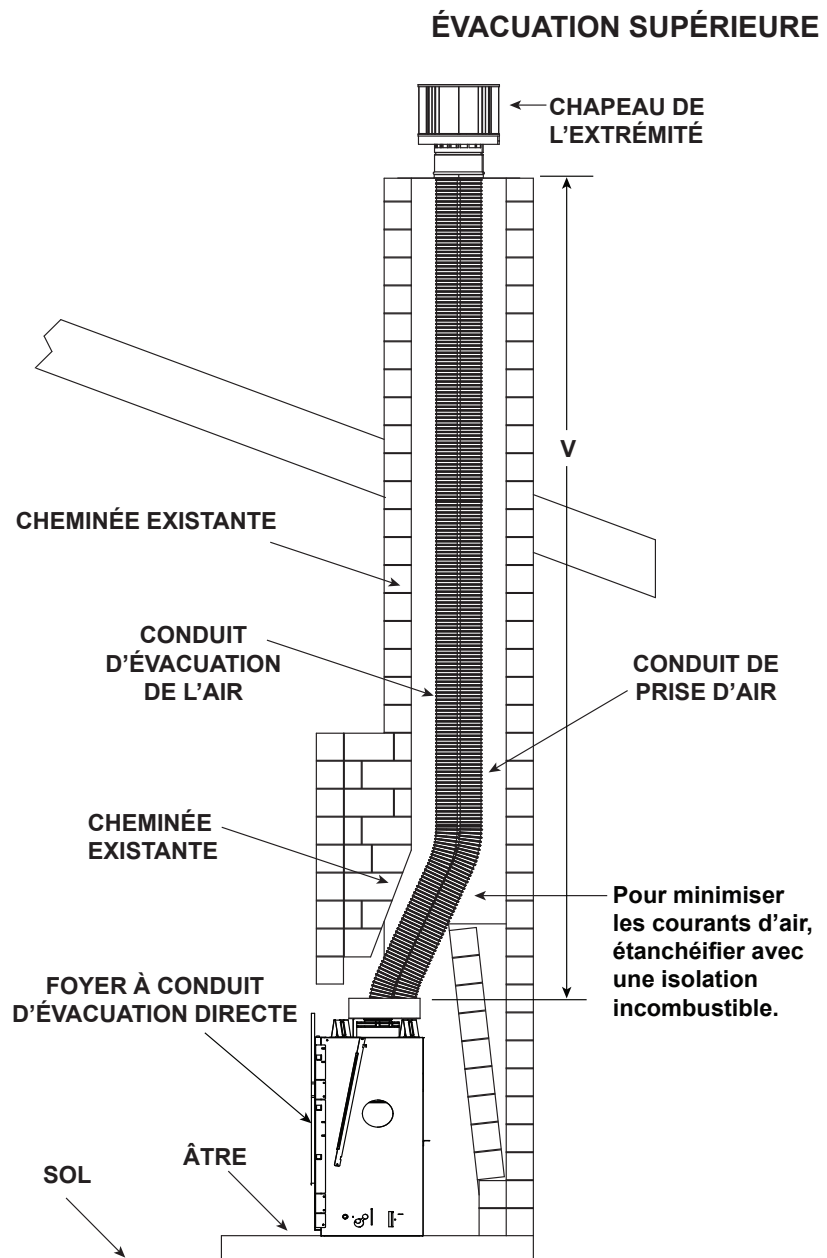

Figure 4.21
- Le cas échéant, enlevez le couvercle du conduit supérieur et l'isolation. Voir la section 6 « Préparation de l'appareil ». Fixez l'adaptateur DV-46DVA-GCL au col de départ de l'appareil au moyen de vis autotaraudeuses de 3-1/2 po. Voir la figure 4.21.